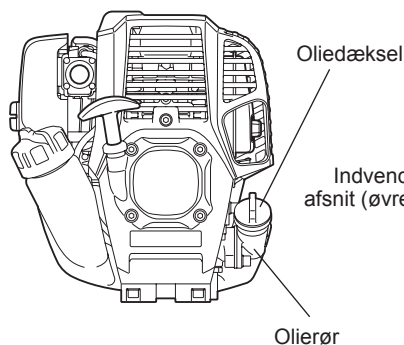
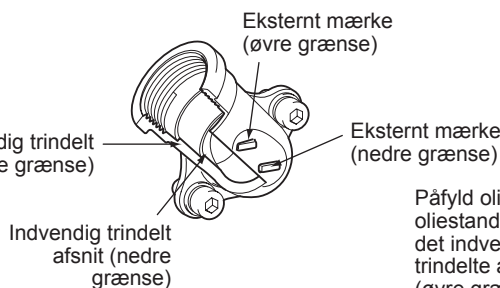

Fig. 1
Fig. 2 Olierør
- Hold motoren vandret, fjern oliedækslet (Fig. 1) og kontroller om der er olie i området mellem olierørets mærker for øvre og nedre grænse (Fig. 2).